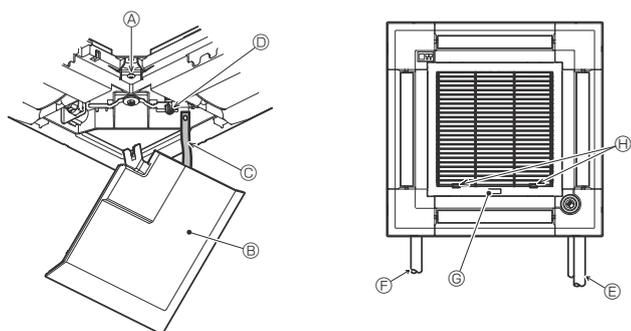

Fig. 9-12
9.5. Ugradnja dovodne rešetke (Fig. 9-12)